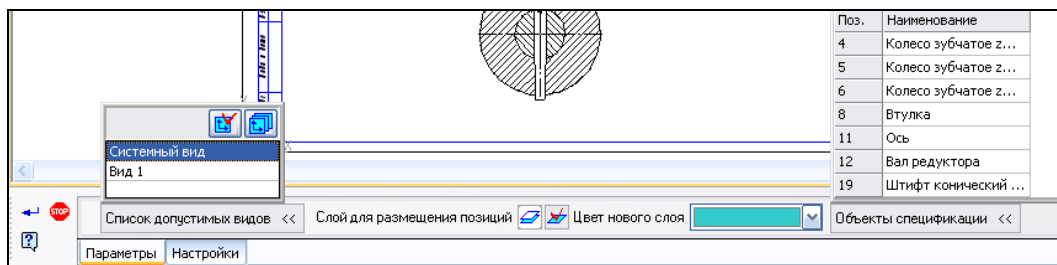

Рис. 10.5. Панель свойств команды **Авторасстановка позиций** на вкладке **Параметры**
- ◆ на вкладке **Параметры** (рис. 10.5) зададим параметры простановки позиций: